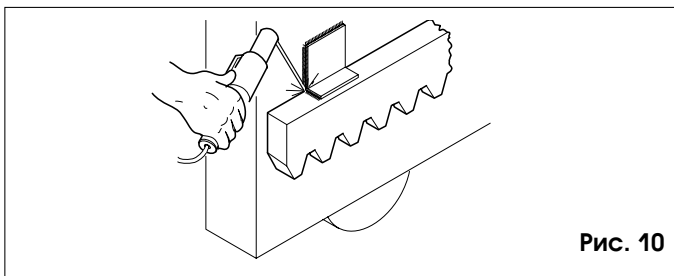

Рис. 10
**Важно:** Для установки зубчатой рейки на полотне ворот, необходимо предварительно установить специальные опоры (кронштейны), созданные специально для Вашего типа ворот. На рис. 10 показан пример крепления при использовании в качестве опоры уголка подходящего размера. Для установки положения опор обратитесь к рисункам 5 и 9.